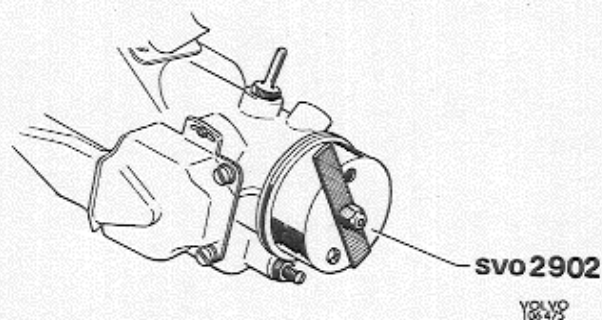

Abb. 2-19 Deckel für Zündeneinstellung
3. Motor anlassen. Kunststoffdeckel 999 2902 gem. Abb. 2-19 einbauen und die Drehzahl auf 600–800 U/min senken, indem das Blech vor die Öffnung im Kunststoffdeckel geschoben wird.